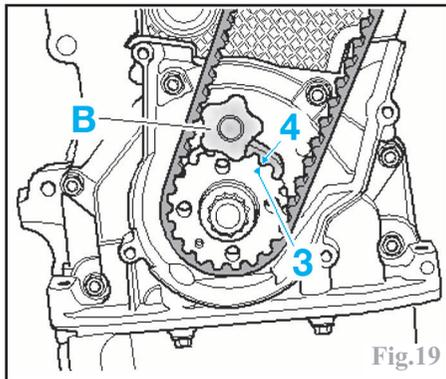

Fig.19
Bloquer la roue dentée du vilebrequin à l'aide de l'outil (B) Audi (ref : T10100). Les repères de la roue dentée (3) et (4) de l'outil (B) doivent coïncider (le tenon de l'outil doit venir en prise dans l'alésage du flasque d'étanchéité) (Fig.19).
- la roue dentée de vilebrequin soit immobilisée à l'aide de l'outil (**B**) (extrémité de l'axe enfoncée dans l'alésage du porte-bague d'étanchéité et le repères (**3**) et (**4**) alignés) (Fig.19).
- si il est possible de bloquer le vilebrequin au moyen de l'outil (**B**) (Fig.19).